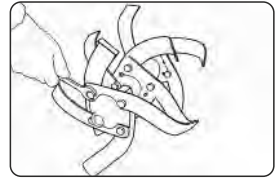

Рис. 4
- Соберите фрезы (рис.4). При сборке и установке обратите внимание на следующее: фрезы должны быть «правая» и «левая», и устанавливать их нужно так, чтобы режущие кромки ножей входили в землю при движении мотоблока вперед.